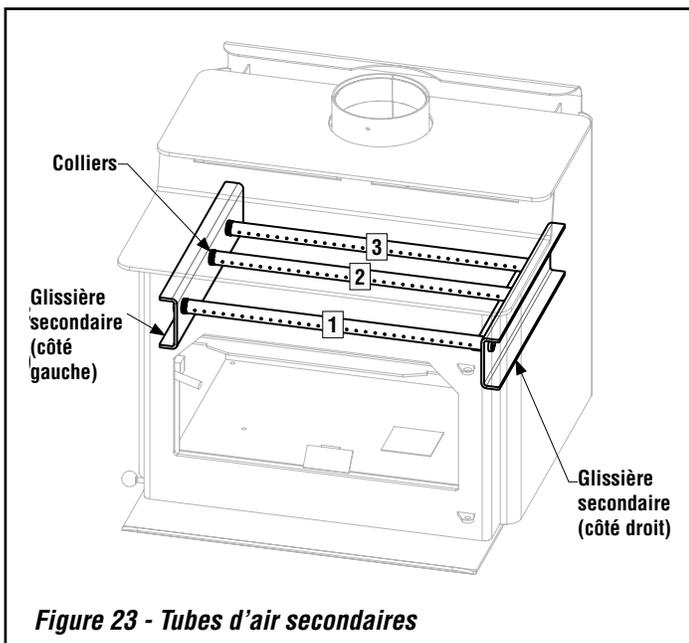

Figure 23 - Tubes d'air secondaires
Étape 2. À l'aide d'un petit tournevis à lame plate, desserrer les colliers qui maintiennent les tubes secondaires en place. Une fois que les colliers sont desserrés, il peut être déplacé sur le tube secondaire d'environ 1-1/2 po vers le centre (voir figure 23).
Étape 4. Soulever le côté libre de l'ensemble des tubes secondaires au-dessus des glissières secondaires, puis faire glisser l'ensemble des tubes secondaires hors de la glissière secondaire. L'ensemble peut alors être retiré avec précaution de l'intérieur de la boîte à feu (voir figures 23 et 24).